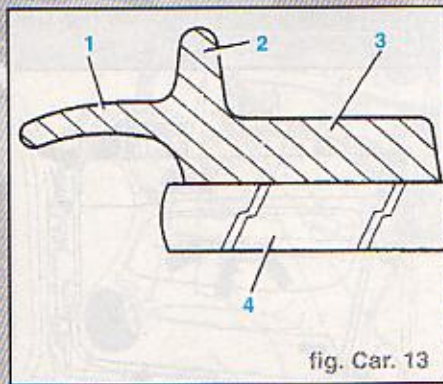

fig. Car. 13
- Il se compose des positions 1, 2 et 3 (fig. Car. 13).